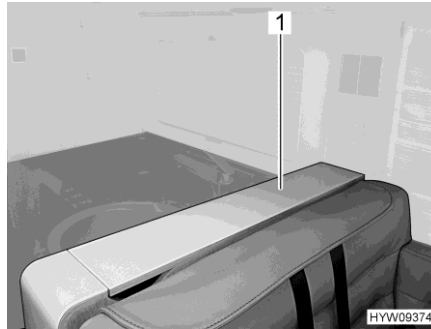

Fig. 99 Schermo piatto (coperchio chiuso)
- Aprire il coperchio (Fig. 99,1).